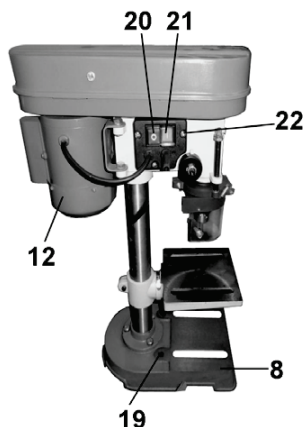

Рис. 3
10.3. Станок оснащен магнитным пускателем (22), предотвращающим самопроизвольное отключение после отключения питания, Рис.3. Включение станка производится нажатием на зелёную кнопку (21), отключение станка производится нажатием на красную кнопку (20), Рис.3.